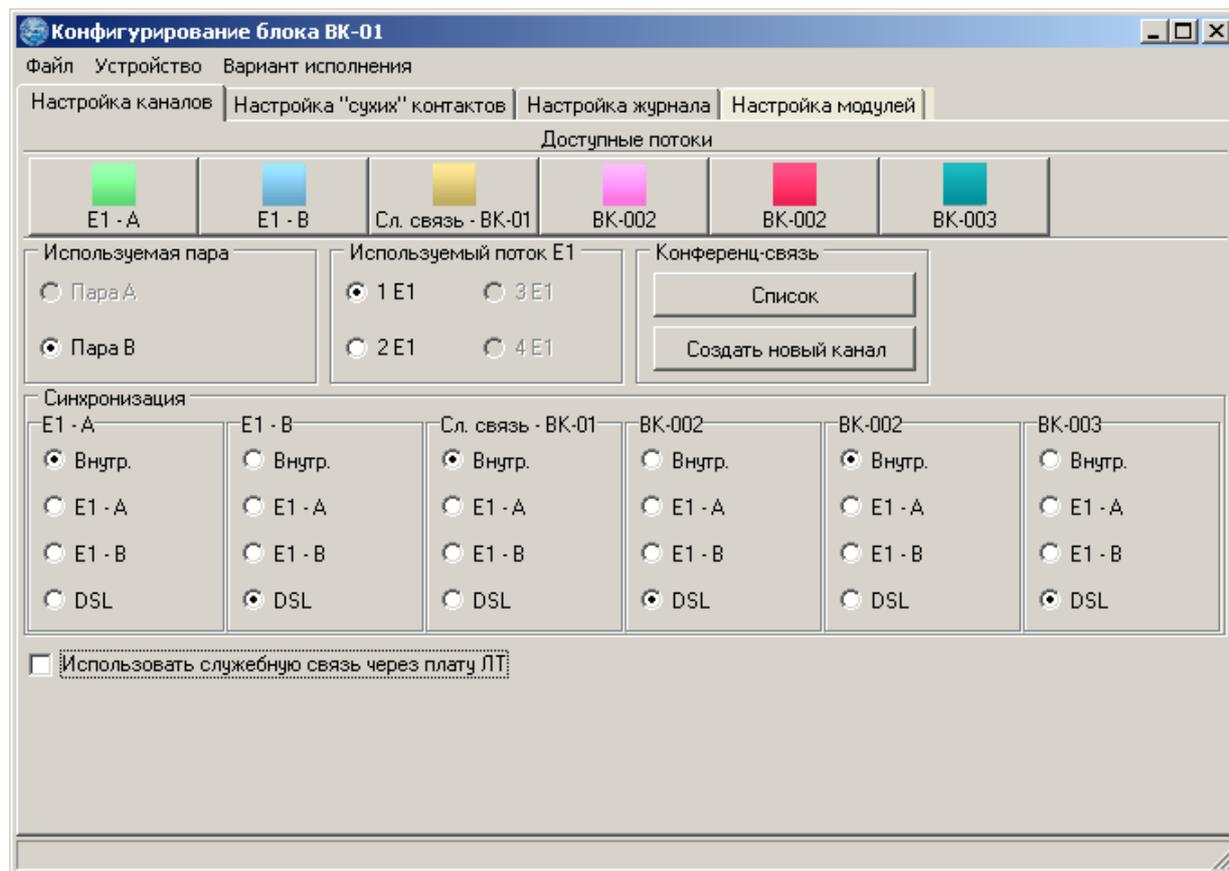

Рисунок 3.Окно "Конфигурирование". Настройка каналов
- настройка каналов (см.Рисунок 3);
В данном окне (см.Рисунок 3) производится настройка соединений канальных интервалов, а также выбор используемой пары и выбор выделяемого из нее потока E1.